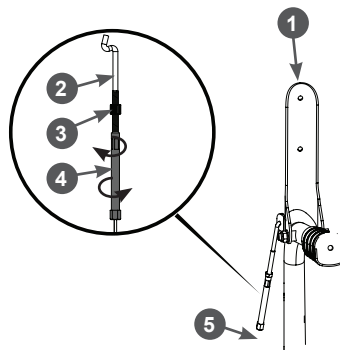

Рис. 7. Подсоединение троса к рычагу включения хода
- выкрутите Z-образные наконечники 2 тросов из соединительных муфт 4 тросов. Затем вставьте наконечники в боковые отверстия на рычагах включения шнеков и включения хода (Рис. 7);
- накрутите соединительную муфту 4 троса включения шнеков (левый) на Z-образный наконечник 2 троса. Поднимите рычаг включения шнеков вверх до упора и, проворачивая (закручивая) соединительную муфту 4 по часовой стрелке (смотреть снизу-вверх), устраните провисание троса. Накрутите соединительную муфту 4 на наконечник 2 ещё на один оборот, после чего законтрите резьбовое соединение, закрутив контргайку 3 (Рис. 7);
- при необходимости, отрегулируйте длину троса с помощью соединительной муфты (Рис. 7). Чтобы укоротить трос – накрутите соединительную муфту 4 на Z-образный наконечник 2 троса. Чтобы удлинить трос – открутите. После регулировки затяните контргайку 3 (Рис. 7);
- при необходимости, отрегулируйте длину троса с помощью соединительной муфты (Рис. 7). Чтобы укоротить трос – накрутите соединительную муфту 4 на Z-образный соединитель-наконечник 2 троса. Чтобы удлинить трос – открутите. После регулировки затяните контргайку 3 (Рис. 7).